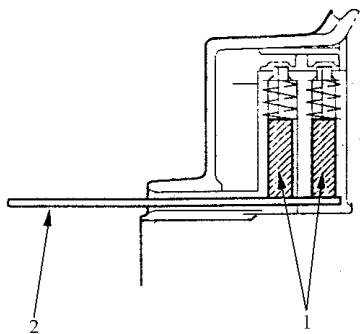

图 9-57 插入销子
20) 将电刷推入, 如图 9-57 所示, 插入一只销子或钻头(直径约 1.8mm), 使其保持在此位置。